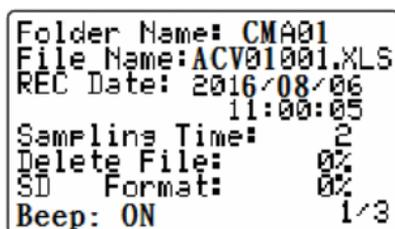

Imagen 2 (5-9)
- En la pantalla de ajustes (según Imagen 2), pulsando la tecla EXIT (*) (3-9, Figura 1), se abandona la pantalla de ajustes.